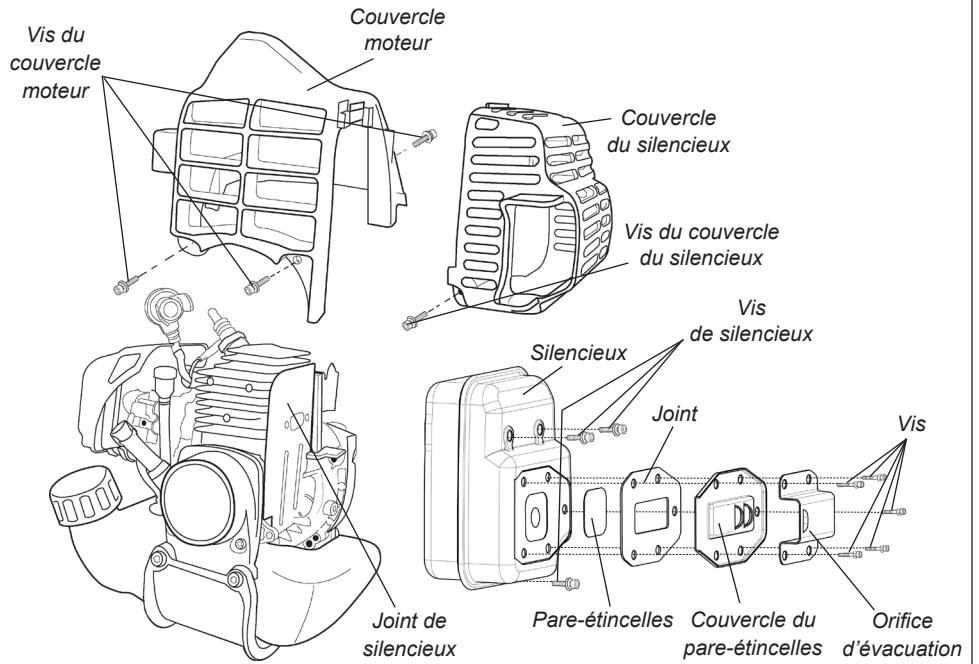

Figure 30
2. Avec une clé hexagonale de 3 mm, ôter le couvercle du silencieux, les trois vis du couvercle moteur et le couvercle moteur. Voir figure 30.
3. Avec un tournevis à pointe cruciforme, retirer les cinq vis maintenant le pare-étincelles et le couvercle sur le silencieux. Voir figure 30.
5. Avec une clé hexagonale de 4 mm, ôter les trois boulons du silencieux, ainsi que le silencieux. Voir figure 30.